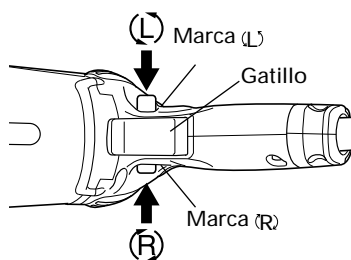

Fig. 6
9. Verifique la dirección de rotación (Fig.6)